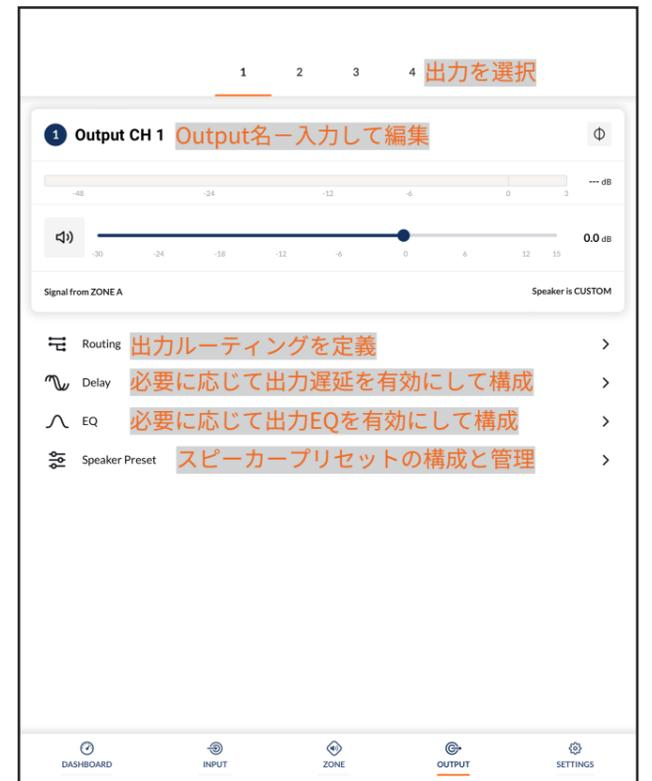

図5G
**Output Tab**では、アンプ出力に名前を付けたり、ゾーンにリンクしたり、**Delay**（遅延）、**Equalizer**（イコライザー）、**Speaker**の**Preset**（プリセット）メニューにアクセスしたりできます。図5Gは**Output Tab**の表示を示しています。